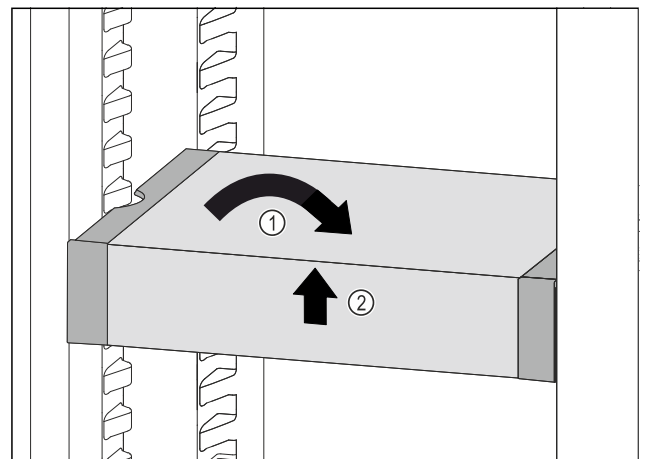

Fig. 214
- VarioSafe gerade stellen. Fig. 214 (1)
- VarioSafe vorne anheben. Fig. 214 (2)